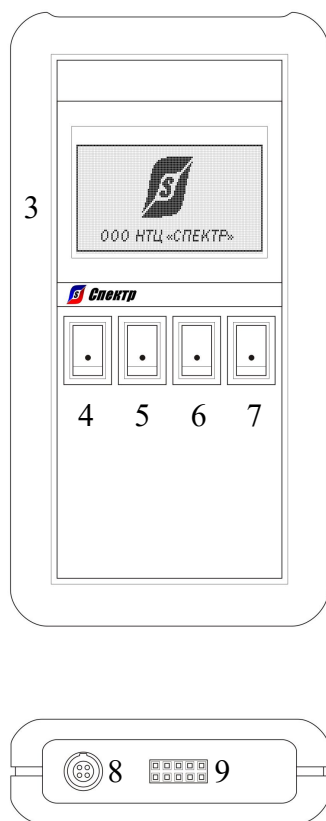
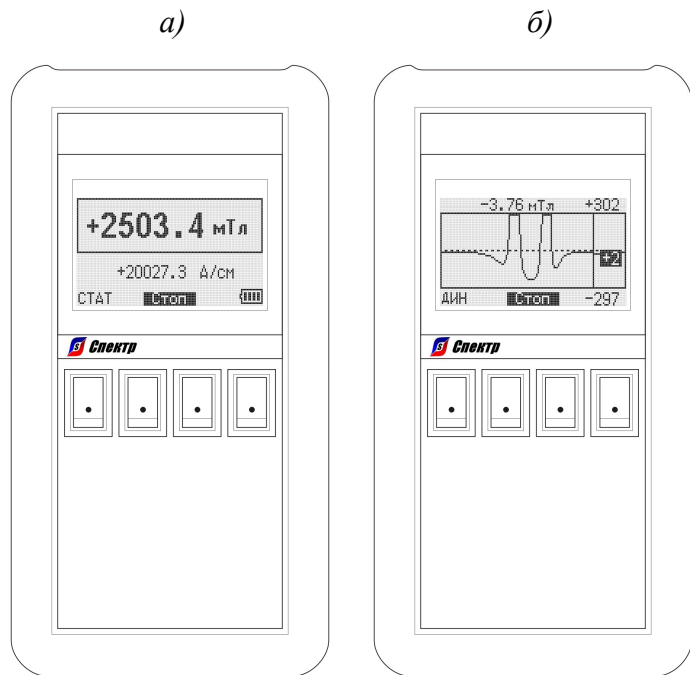

Рис.3.3. Расположение органов управления и разъемов электронно-измерительного блока универсального графического магнитометра
Рис.3.4. Отображение информации на экране магнитометра при работе в статическом (а) и динамическом режиме измерения (б)
3.3.2. На передней панели электронно-измерительного блока расположены графический жидкокристаллический дисплей 3, кнопка включения питания 4, кнопка включения подсветки дисплея 5, кнопка переключения режима измерений («статический» или «динамический») 6 и кнопка удержания показаний на дисплее 7 (рис.3.3).
3.3.4. На торцевой части электронно-измерительного блока находится панель разъемов магнитометра (рис.3.3).
При включении кнопки 4 на экране магнитометра на короткое время появляется логотип ООО «НТЦ «Спектр» (рис.3.3), после которого магнитометр перейдет в установленный режим измерения (рис.3.4).
3.4.4.1. При отключении кнопки 6 магнитометр переходит в режим статических измерений, о котором сигнализирует надпись «СТАТ» в левом нижнем углу экрана (рис.3.4а). В режиме статических измерений на экране магнитометра крупными цифрами отображается цифровое показание индукции магнитного поля. При этом в правом нижнем углу экрана магнитометра отображается индикатор уровня заряда аккумуляторной батареи (см. п.3.4.6 настоящего руководства).
переходит в режим динамических измерений, о котором сигнализирует надпись «ДИН» в левом нижнем углу экрана (рис.3.4б). В режиме динамических измерений производится непрерывное построение графической развертки измеренных значений индукции магнитного поля по времени, которая дополняется цифровыми показаниями в верхней части экрана магнитометра.
Графическая развертка представляет собой прямоугольную область экрана, разделенную линией начального уровня сигнала (горизонтальная пунктирная линия на рис.3.4б) на две равные области. Справа от линии начального уровня сигнала и рядом с верхней и нижней
3.4.5. Кнопка 7 используется для удержания показаний на экране магнитометра. При включении кнопки 7 процесс непрерывного измерения принудительно останавливается, при этом на экране магнитометра появляется надпись «Стоп» (рис.3.4).
3.4.6. При работе в статическом режиме измерения в правом нижнем углу экрана магнитометра отображается индикатор уровня заряда аккумуляторной батареи (рис.3.4а), который имеет 5 состояний:
5.4. Включить магнитометр, нажав кнопку питания 4 (рис.3.3). При этом на экране магнитометра, появится логотип ООО «НТЦ «Спектр», затем установится показание измеренного значения индукции постоянного магнитного поля.
5.5. При условиях плохой освещенности, для улучшения видимости показаний на экране магнитометра, включить кнопку подсветки экрана 5 (рис.3.3).
6.1.3. Для перехода в режим динамических измерений магнитометра включить кнопку 6 (рис.3.3).
6.1.4. Для перехода в режим статических измерений магнитометра отключить кнопку 6 (рис.3.3).
6.2.5. Для удержания результатов измерения индукции постоянного магнитного поля на экране магнитометра включить кнопку 7 (рис.3.3).